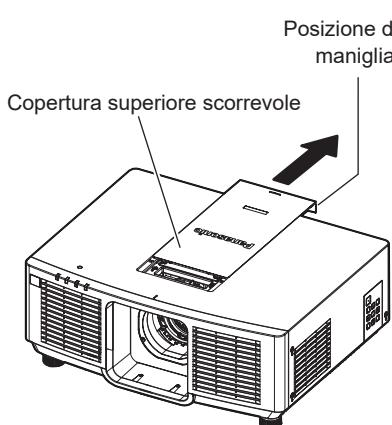

Fig. 1
1) Fare scorrere la copertura superiore scorrevole. (Fig. 1)
- 1) **Fare scorrere la copertura superiore scorrevole. (Fig. 1)**